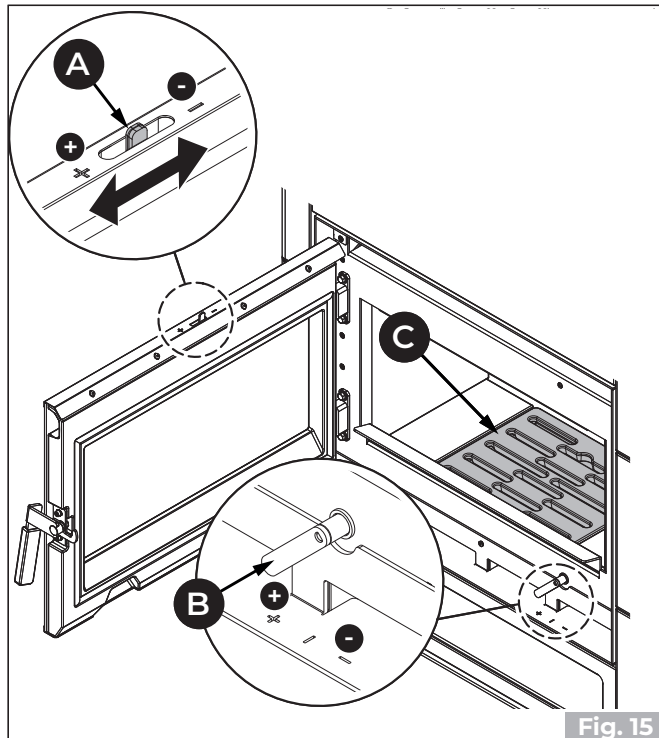

Fig. 15
- Ouvrir au maximum (+) le registre air primaire (A) et nettoyage vitre (B) (Fig. 15).
- Poser avec précaution les morceaux de bois sur la grille du foyer (C) (Fig. 15).
- Maintenir le registre d'air comburant (B) et de nettoyage de la vitre (A) ouvert (+) pour garantir une flamme haute et lumineuse.
La combustion se règle au moyen du registre d'air (A) (Fig. 15). En le tournant vers les symboles (+) ou (-), il est possible d'obtenir un flux d'air comburant plus ou moins important et donc une combustion plus rapide ou plus lente.